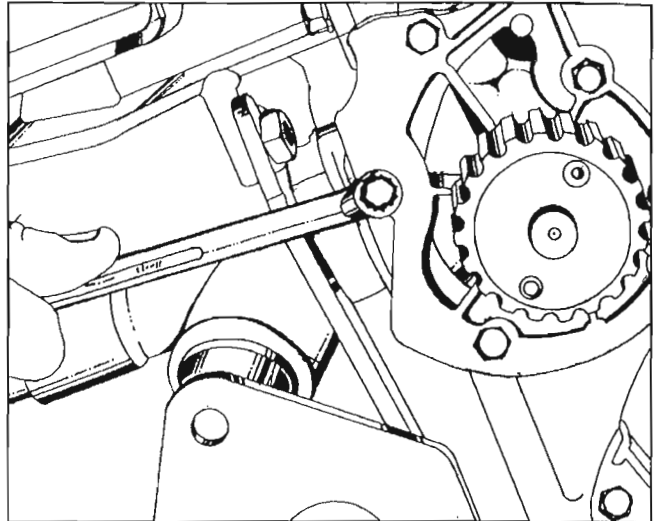

Fig. 35
- Bomba de agua. Consulte figure 35.